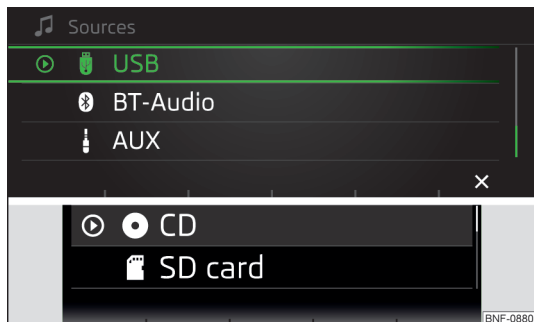

Fig. 106
- Pulsar la tecla de función **[F]**. Seleccionar con el potenciómetro **[R]** la fuente de audio » **fig. 106** y elegir la carpeta/título deseado.